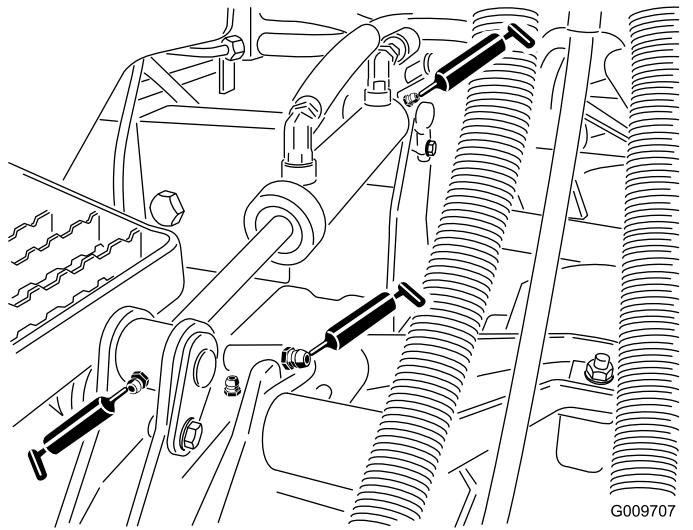

Figura 53
- Casquillos de brazo de elevación (1 por unidad de corte) tal y como se muestra en la Figura 53